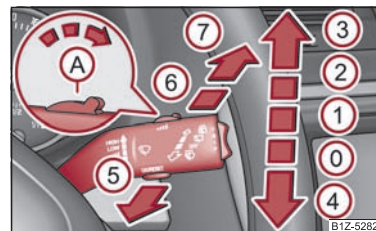

Fig. 50 Maneta de acționare a ștergătoarelor de parbriz
Maneta de acționare a ștergătoarelor ⇒ fig. 50 are următoarele poziții:
- Când ștergătoarele funcționează încet ② sau rapid ③ ⇒ pagina 57, fig. 50 și viteza de deplasare se reduce sub 4 km/h, se va comuta automat pe o treaptă imediat inferioară. La creșterea vitezei peste 8 km/h se va relua ștergerea existentă anterior.
Când maneta ștergătoarelor de parbriz se află în poziia ② ⇒ pagina 57, fig. 50, respectiv ③, la o viteză mai mare de 5 km/h, se va produce o ștergere a lunetei, la fiecare 30 secunde, respectiv 10 secunde.
Pentru spălarea farurilor, după fiecare prima și a cincea spălare a parbrizului se vor spăla și farurile; pentru aceasta farurile trebuie să fie aprinse și maneta de acționare a ștergătoarelor de parbriz trebuie să fie meninută cca. 1 secundă în poziia ⑤ ⇒ pagina 57, fig. 50.
- Apăsai apoi în interval de 20 secunde maneta ștergătoarelor în poziia ④ ⇒ pagina 57, fig. 50 - braele ștergătoarelor adoptă poziia de service.